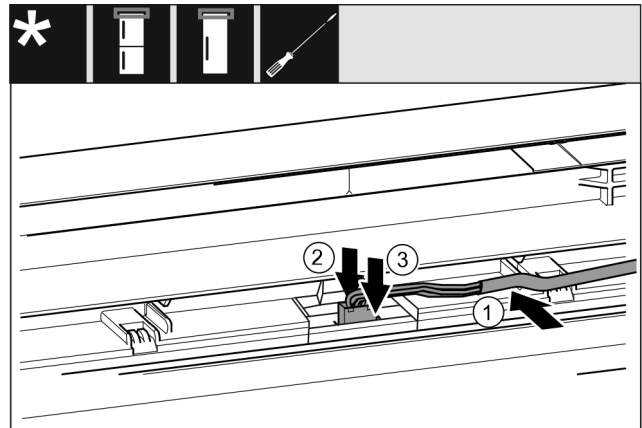

Fig. 42
- ▶ Graues Kabel in die Führung in der oberen Tür einlegen. Fig. 42 (1)
- ▶ Rastnase nach hinten drücken Fig. 42 (2)
- ▶ Stecker einrasten. Fig. 42 (3)